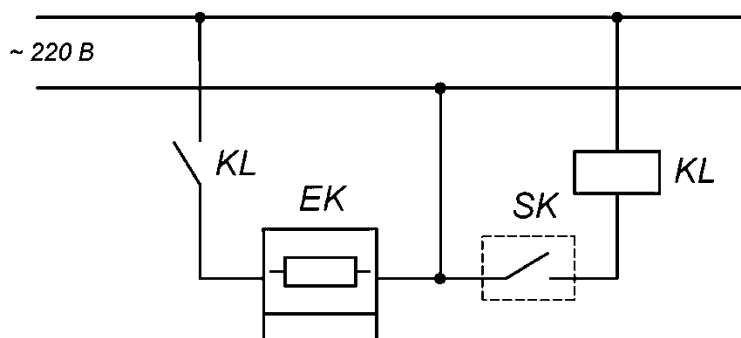

Рисунок 3 – Испытание контактного терморегулятора
4. Собрать электрическую схему с контактным терморегулятором (рисунок 3) и произвести испытание. Записать температуру срабатывания терморегулятора.